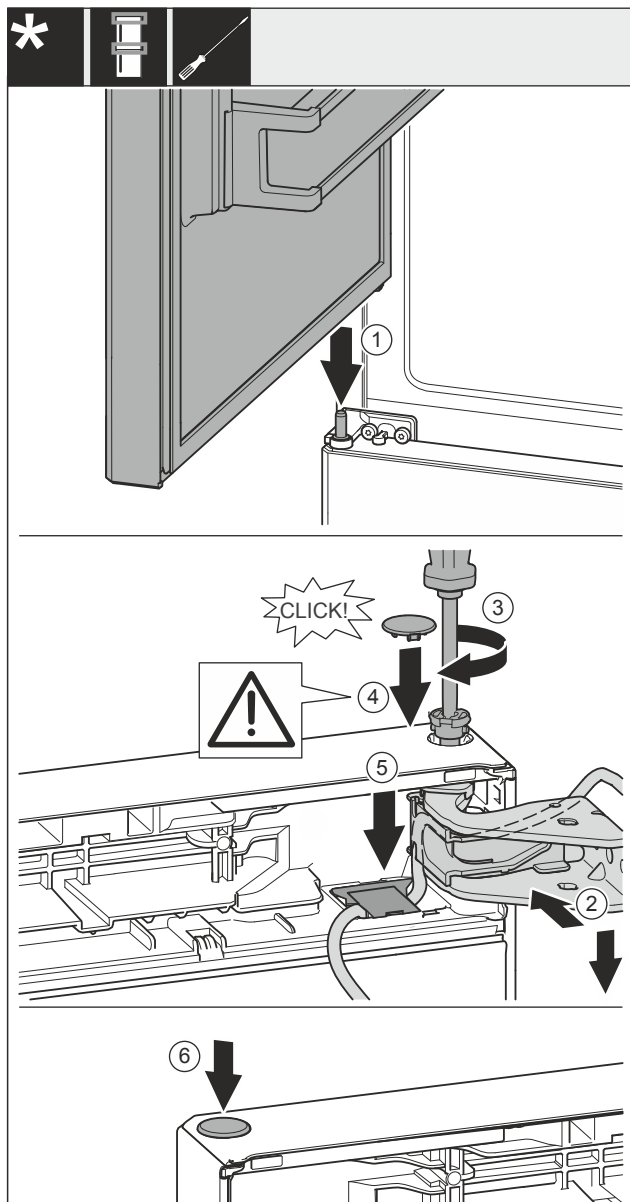

Fig. 36
- ▶ 冰箱上方门放置在中间轴承螺栓 Fig. 36 (1)上。
- ▶ 将冰箱门的上方对准托架 Fig. 36 (2)中的开口。
- ▶ 放入螺栓 Fig. 36 (3)并用螺丝刀拧紧。
- ▶ 装入盖板 Fig. 36 (4)。
- ▶ 检查盖板 Fig. 36 (4)是否紧贴冰箱门上。
- ▶ 将盖板 Fig. 36 (5)安装并朝下按压，直到其卡入到位。
- ▶ 装入盖板 Fig. 36 (6)。